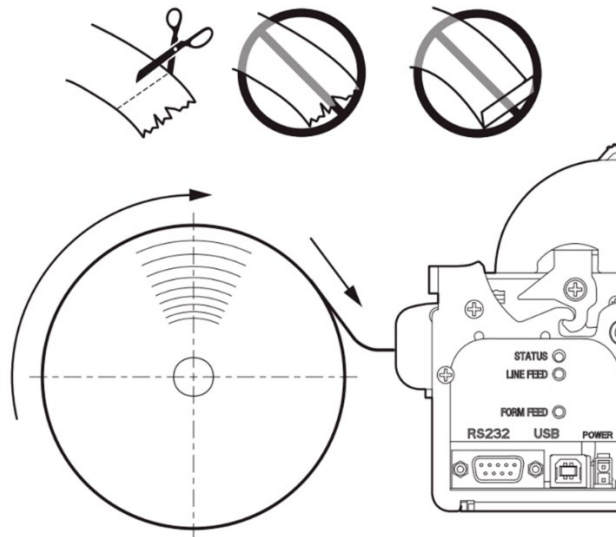

Рисунок 19. Вставка чековой ленты в отверстие
6. Проверьте, что конец чекового рулона ровный и без загибов. При необходимости отрежьте ножницами конец чекового рулона, чтобы он стал ровный. Вставьте конец чековой ленты в отверстие для бумаги (см. рис. 19):